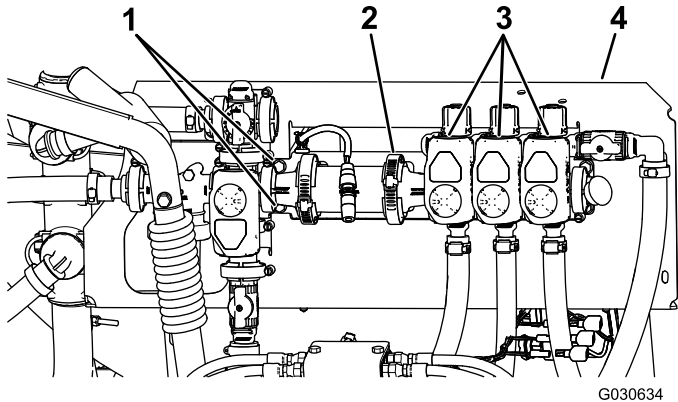

Figura 4
2. Afloje, pero no retire, los pernos que sujetan el conjunto de válvulas de los brazos al soporte de montaje derecho (Figura 4).
3. Afloje la abrazadera existente que sujeta la válvula KZ al conjunto de las válvulas de los brazos (Figura 4).